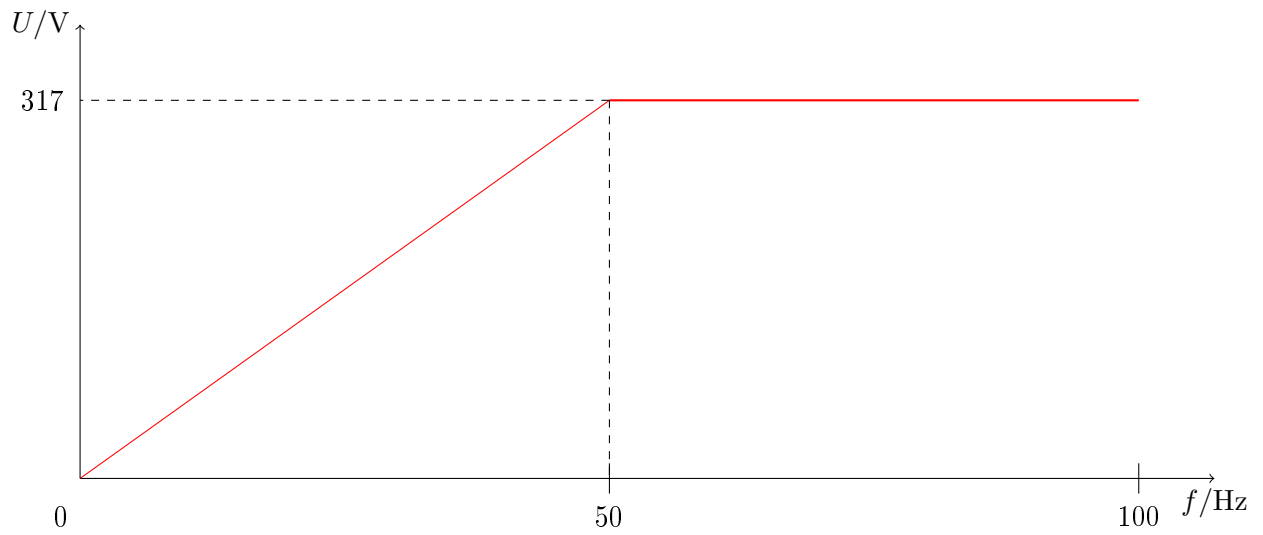

Abbildung 3.1: U/f -Kennlinie
a) Der Verlauf der U/f -Kennlinie wird in Abb. 3.1 dargestellt.
a) Da die Kennlinie aus Abb. 3.1 sich auf den Scheitelwert der Statorspannung bezieht, wir aber den Effektivwert der Außenleiterspannung benötigen muss dieser noch durch $\sqrt{2}$ geteilt und mit $\sqrt{3}$ multipliziert werden. Als Faktor wird die Steigung der Kennlinie verwendet